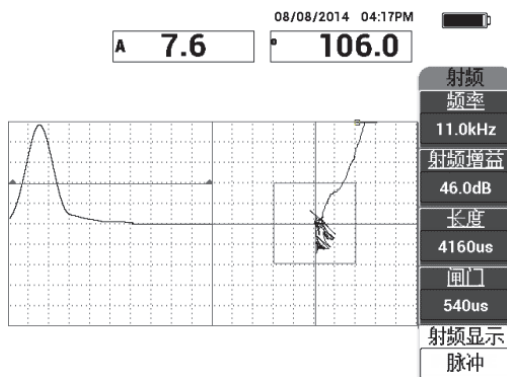

图 6-6 脉冲显示
6. 如果用户愿意，可以将**射频显示**（E 键）设为**脉冲**（参见第 125 页的图 6-6）。但是，我们建议使用**射频显示**模式，因为这样可以更容易地对每个信号震荡进行判读。